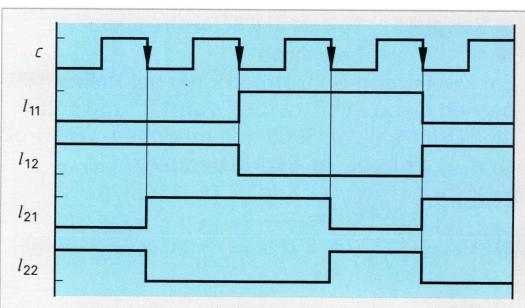

Bild 2: Zeitallaufdiagramm einer Zweistrang-Ansteuerung für Rechtslauf
Bei der *Einstrang-Ansteuerung* wird in jedem Zeitpunkt immer nur ein Wicklungsstrang erregt (**Bild 1**). Bei der *Zweistrang-Ansteuerung* werden immer zwei Wicklungsstränge erregt (**Bild 2**). Bei der *Halbschritt-Ansteuerung* wechseln Einstrang-Ansteuerung und Zweistrang-Ansteuerung einander ab (**Bild 1**, folgende Seite).
Für einen Schrittmotor mit Zeitallaufdiagramm **Bild 2** soll die Steuerschaltung für Rechtslauf entwickelt werden. a) Wie viele Bitstufen muss der Zähler mindestens haben? b) Stellen Sie die Wertetabelle für den Code-Umsetzer auf. c) Geben Sie die Schaltfunktionen für I_{11} und I_{21} an. d) Entwickeln Sie die Schaltung unter Verwendung eines 4-Bit-Zählers und eines XOR-Elements.
- Aus **Bild 2** erkennt man, dass $4 = 2^2$ verschiedene Zustände auftreten und jeweils zwei Stränge entgegengesetzte Pegel haben. Es genügen also **2 Bitstufen**.